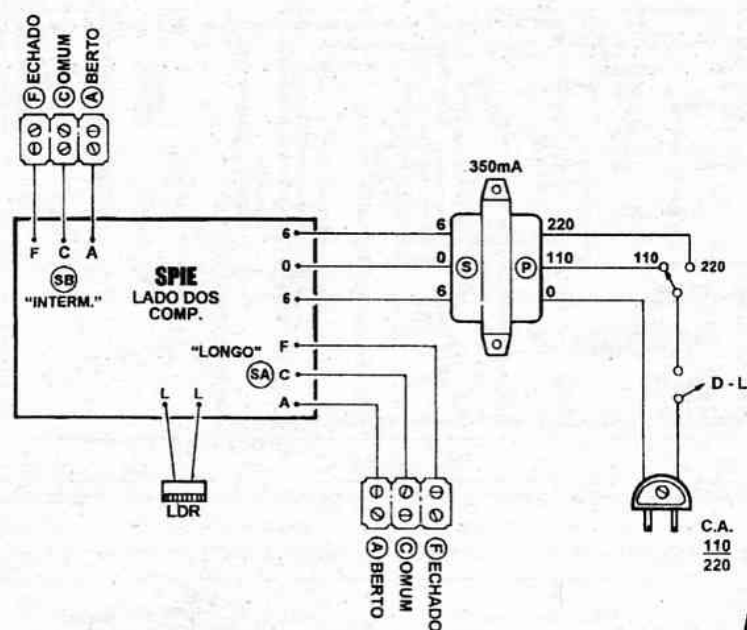
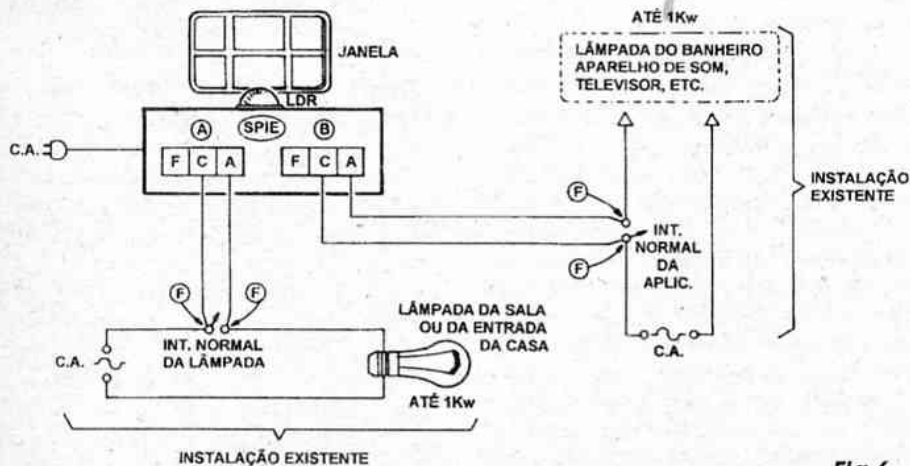

Fig.4
Fig.6
- **FIG. 4 - CONEXÕES EXTERNAS À PLACA** - Ainda vista pelo seu lado dos componentes, a placa agora traz as indicações claras de suas ligações externas, feitas *do impresso para fora*... Observar os pontos L-L para ligação dos terminais (não polarizados) do LDR, lembrando que - dependendo da instalação/acomodação pretendida - este foto-sensor *pode* ficar afastado do impresso, ligado aos respectivos pontos por um par de fios finos isolados... Notar as ligações do trafo à placa (*secundário* aos respectivos pontos 6-0-6) e às chaves e *rabicho*... Finalmente, observar com atenção as conexões das saídas (SA e SB), usando *trincas* de elementos parafusáveis tipo *Sindal*, devidamente
#### - FIG. 6 - DIAGRAMA DE INSTALAÇÃO BÁSICA ...
Na versão básica da instalação, tudo no esquema elétrico original da casa fica como está, com o SPIE controlando aparelhos, lâmpadas já existentes e instaladas... Entretanto, também é possível dotar o SPIE de saídas energizadas, ou seja: de tomadas comuns, às quais poderão ser ligadas diretamente as cargas que se pretenda controlar...! Nesse caso, a disposição das conexões externas à placa, originalmente vistas na FIG. 4, deverão ser substituídas pela configuração ora mostrada... As duas tomadas (A e B) poderão ser posicionadas na traseira da caixa do SPIE, devidamente identificadas... A essas tomadas, então, ligam-se os *rabichos* (cabos de força, com respectivos plugues...) as aplicações eletro-eletrônicas a serem comandadas, que assim funcionarão sob *exclusivo* controle do dispositivo (na versão da FIG. 6, estando o SPIE desligado, os interruptores originais das cargas continuarão a funcionar como normalmente, nos respectivos controles...).
ohms...), garantindo que no coletor do transistor, os sinais já se mostrem adequados à aplicação na entrada do integrado, porém com a interveniência do prático controle de volume executado pelo potenciômetro de 100K (com capacitores de acoplamento e isolamento, antes e depois do dito controle...). Assim, o módulo eletrônico, em si, está concentrado entre os pontos elétricos de conexão externa E (entrada), S (saída) e T (terra), apresentando como únicos extras os três pontos necessários às conexões do secundário do transformador de força, externo ao núcleo do circuito... O diagrama mostra, ainda, as conexões do primário do mencionado transformador à C.A. local, incluindo a chave interruptora geral, e a chave de escolha de tensão, através da qual podemos adequar o funcionamento do conjunto à tensão da rede local (110 ou 220 volts). Outro ponto importante, incluído no diagrama, é o do chaveamento fala-escuta entre o falante/microfone local e o seu equivalente remoto, feito através da chave de 2 polos x 2 posições, numa típica configuração cruzada (detalhada na FIG. 4, mais adiante...).